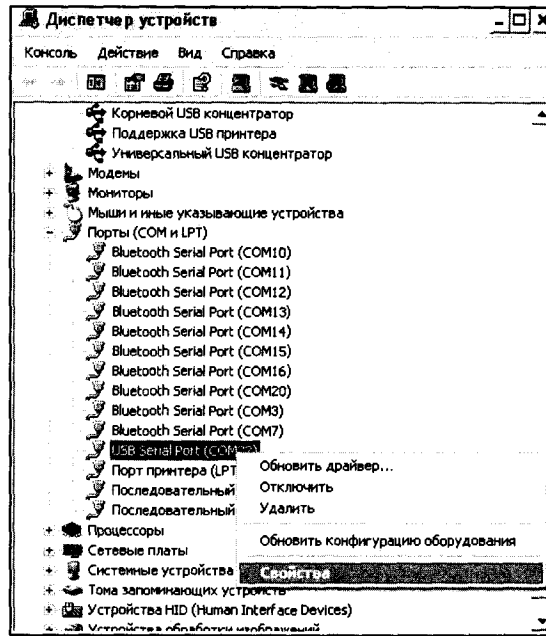

Рисунок 5 – Окно диспетчера устройств
- найти строку «USB Serial Port (COM №)», в скобках указан номер COM-порта, если номер в скобках «1» настройка завершена - ничего менять не нужно, если номер не «1» необходимо вызвать окно свойств «USB Serial Port (COM №)» (правой клавишей мыши щелкнуть по строке USB Serial Port (COM №) и выбрать пункт меню «Свойства») (рис. 5).